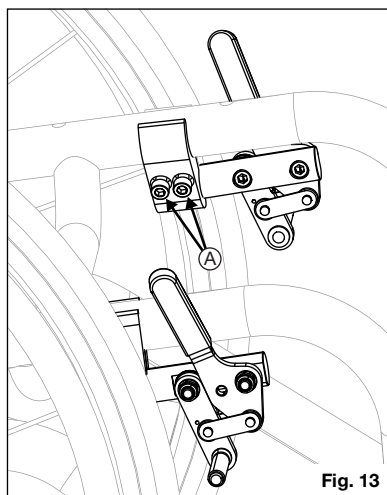

Fig. 13
1. Use una llave Allen de 5 mm para girar uno de los tornillos en la abrazadera hasta que salga con facilidad (menos de una vuelta). Ver Fig. 13:A.